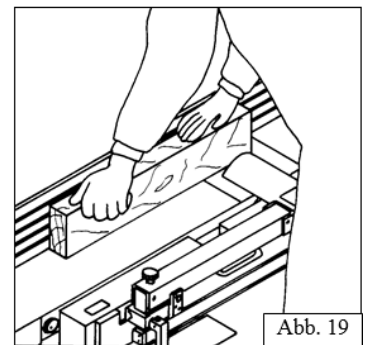

Abb. 19
- * A la sortie de la pièce, la paume de la main droite doit rester dans la pièce de travail. /Fig. 19/.